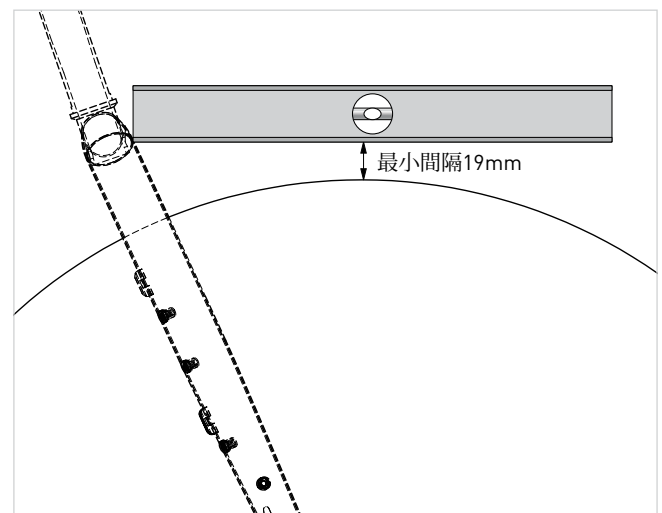

図 4
- 水準器をタイヤもしくはフェンダーの上部に用意し、水準器の下端をクラウンの取り付け穴に併せて水辺を保ちます(図4)。